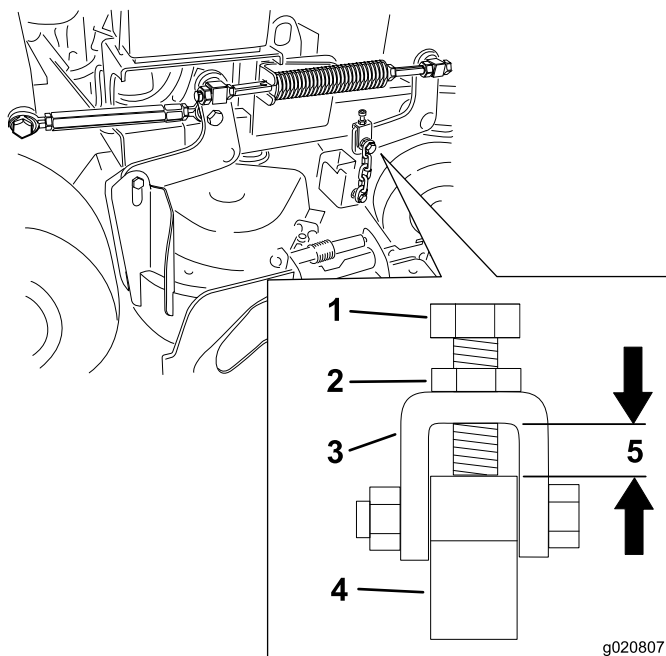

Figura 83
12. Allentate il controdado e regolate il bullone per ottenere la distanza corretta mostrata in Figura 83.
Nota: Questa distanza deve essere di 11 mm, come mostrato in Figura 83.